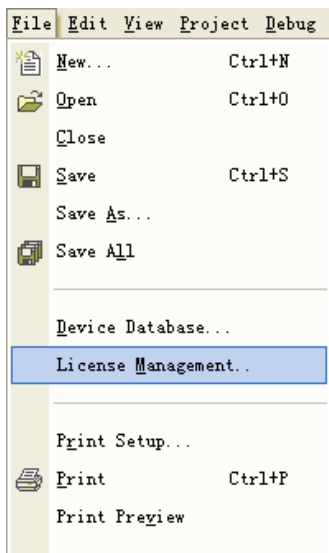

图 1.4 File 菜单下的 License Management 子菜单
(3) 输入 License: 运行 Keil RealView MDK，选择 File 菜单下的 License Management 子菜单，如图 1.4 所示。